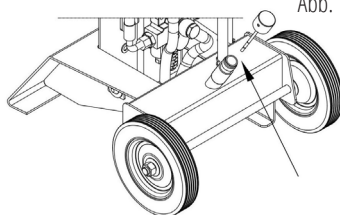
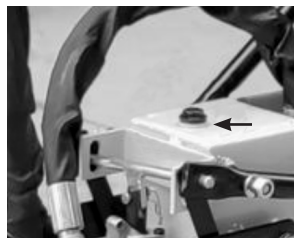

Abb. 1
Abb. 2
4. An der Vorderseite der Maschine KS 8THE V 55/40 befindet sich eine Entlüftungsschraube (siehe Abb. 1), im Modell KS 12THE V 65/40 siehe Abb. 2. Vor Benutzung des Holzspalters sollte die Entlüftungsschraube durch einige Umdrehungen gelockert werden, sodass eine Luftzirkulation im Öltank stattfinden kann.